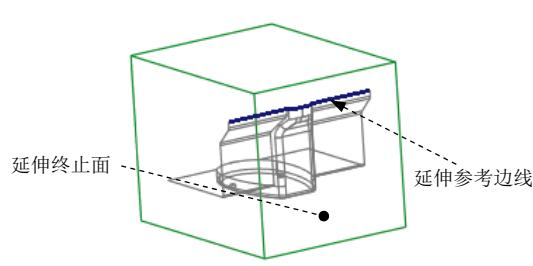

图 26.13 延伸参考边线
- (1) 选取图26.13所示的复制曲面的边线。
- (2) 单击**分型面**功能选项卡**编辑**▼区域中的**延伸**按钮，此时出现**延伸**操控板。
- (3) 选取延伸的终止面。在操控板中按下**拾取**按钮，选取图26.13所示的坯料表面为延伸的终止面。
- (4) 在**延伸**操控板中单击**确定**按钮。完成延伸曲面的创建。